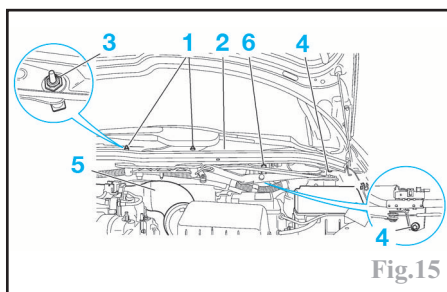

Fig.15
Déposer les fixations (1) (Fig.15) afin d'extraire les balais d'essuie-glace.